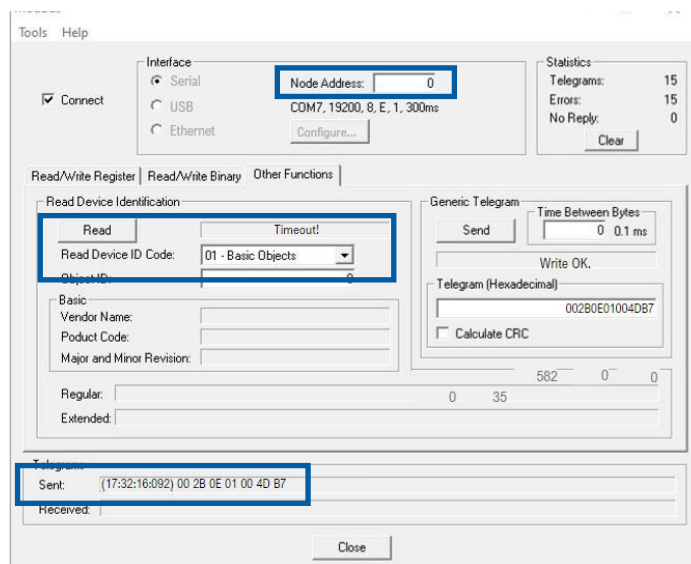

Figura 18 - Falla en la comunicación Modbus
- Paso 3: Obtenga la dirección Modbus actual (Vea la Figura 18). Ingrese la dirección de transmisión 0, seleccione “Other function”, lea la ID del dispositivo (01-Basic Objects) o envíe directamente “00 2B 0E 01 00 4D B7”. Cuando el Motor ECM haya recibido la solicitud, el LED1 en la PCBA parpadeará el conteo de la dirección.